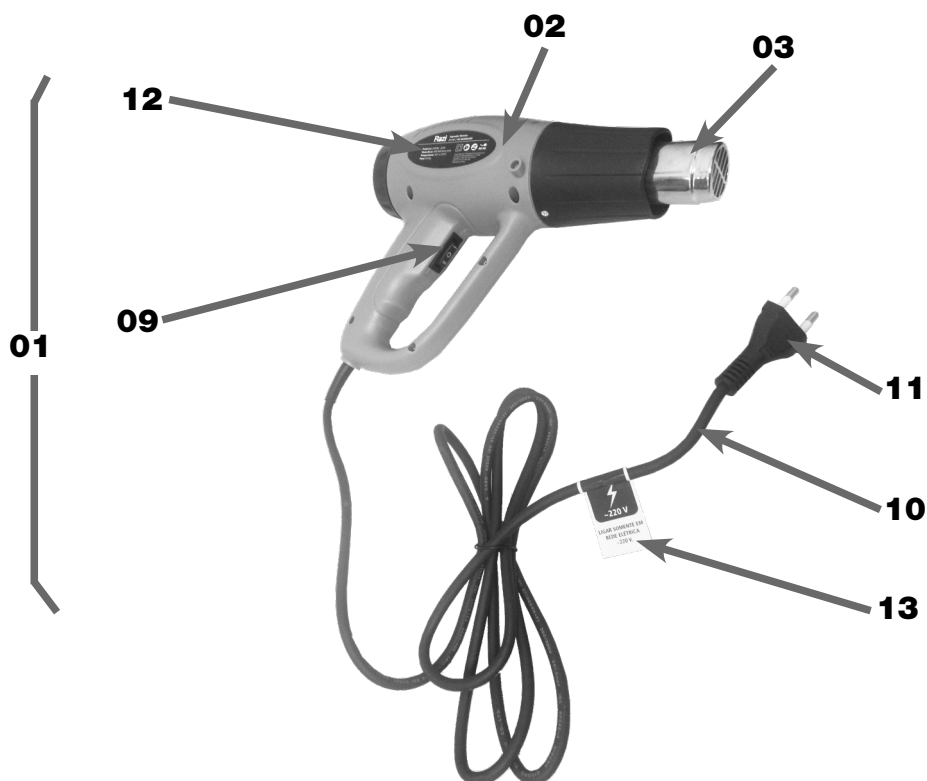

FIGURA 01 – Soprador Térmico
VERIFICAR se a tensão (Volts) da máquina é compatível da rede elétrica. Esta informação pode ser obtida na Plaqueta de Identificação (12) fixada na Carcaça (02) e na Etiqueta de Tensão (13) (figura 01) e na própria embalagem do produto;
Em caso de EMERGÊNCIA, DESLIGAR rapidamente o Interruptor LIGA/ DESLIGA (09) e DESCONECTAR o Plugue de Alimentação (11) da tomada (figura 01).
Quando houver intervenção de manutenção sobre o equipamento, é necessário DESLIGAR a máquina através do Interruptor LIGA/DESLIGA (09) e DESCONECTAR o Plugue de Alimentação (11) da tomada (figura 01), ou seja, da rede elétrica de energia. Desta forma, o equipamento não oferece RISCO DE CHOQUE ELÉTRICO;
O **SOPRADOR TÉRMICO** da **Razi** foi desenvolvido pelos critérios de qualidade, segurança, modernidade e tecnologia, a fim de atender as necessidades do usuário, em conformidade com as normas técnicas aplicáveis (figura 01).
O Soprador Térmico (01) é composto basicamente por sua Carcaça (02) e o Bocal de Aquecimento (03) (figura 01).
Na Carcaça (02) se encontra o Interruptor Liga/Desliga (09) que possui 2 níveis de aquecimento, o "I" (300°C ou 350°C) e "II" (500°C ou 550°C) (figura 01).
O equipamento é leve e portátil, sendo de fácil manuseio e operação (figura 01).
3. VERIFICAR se a tensão da rede elétrica é a mesma da máquina, conforme indicada na Etiqueta de Tensão (13) fixada no Cabo Elétrico (10) (figura 01).